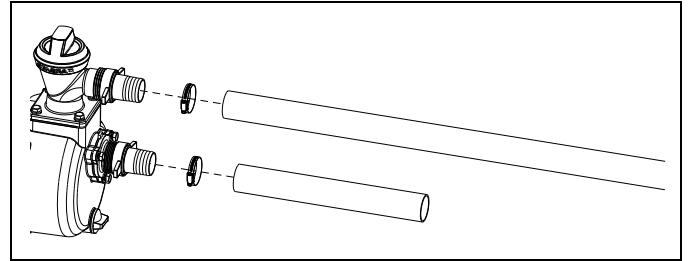

Figure 4-7. Fixation des tuyaux
3. Fixez le tuyau d'aspiration vert à la bride verte en faisant glisser le tuyau par-dessus le raccord cannelé, puis en installant un collier de serrage (Figure 4-7).